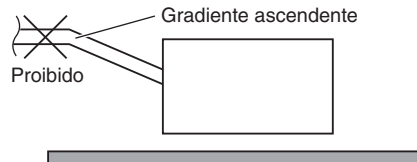

Fig. 3-12
- Não instale o tubo com um aclave desde a abertura de ligação. Isso fará que a água de drenagem flua de volta e vaze quando a unidade não estiver a funcionar. (Fig. 3-12)